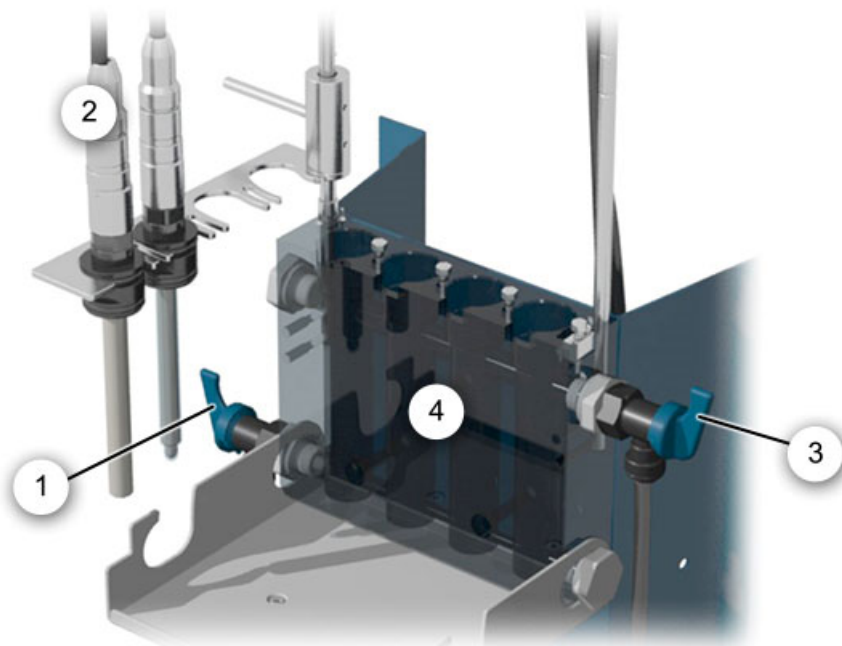

Figure 24: bloc de mesure AquaMaster
2.	Retirer toutes les sondes du bloc de mesure et les positionner sur le verrouillage (Figure 24, position 2). <div style="border: 1px solid black; padding: 2px; display: inline-block;"> i </div> Plonger les pointes de mesure des sondes de pH et de conductivité dans un récipient d'eau pour éviter qu'ils sèchent. Ne pas utiliser de l'eau distillée mais de l'eau du robinet propre.
3.	Retirer le flexible du robinet d'alimentation d'eau du bloc de mesure (Figure 24, position 1), puis ouvrir le robinet d'alimentation et laisser le bloc se vider dans un récipient.
5.	Retirer le flexible d'évacuation du robinet de réglage (Figure 24, pos. 3) et le rincer.
6.	Remonter le flexible d'évacuation sur le robinet de réglage (Figure 24, pos. 3).
7.	Nettoyer le bloc de mesure (Figure 24, position 4) à l'aide d'un goupillon.